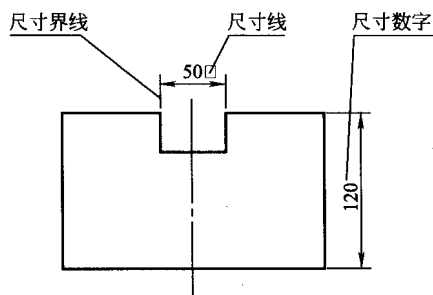

图 1-1 尺寸标注三要素
① 基本规则
② 标注尺寸的三要素 一个完整的尺寸应包括尺寸界线、尺寸线和尺寸数字三个基本要素,如图 1-1 所示。